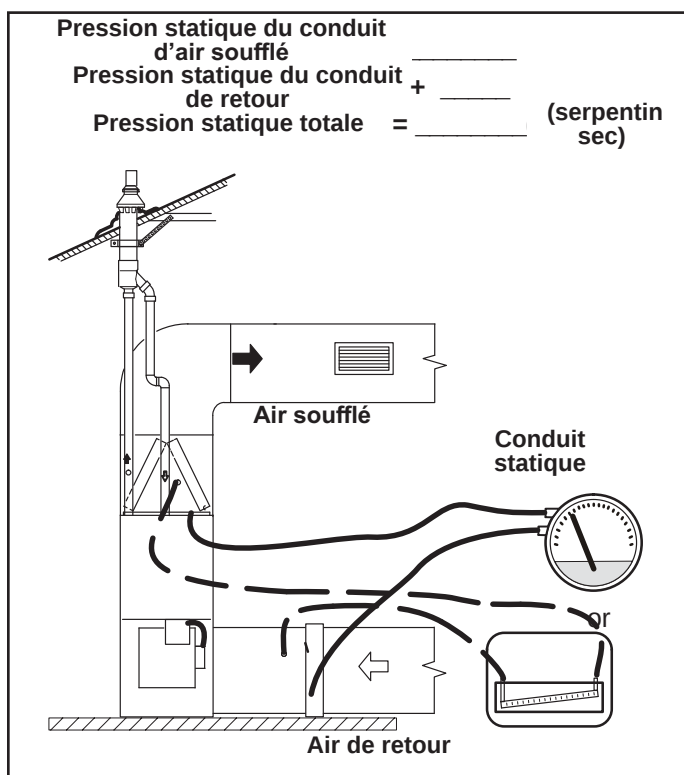

Figure 51. Test de pression statique
1. Emplacements des prises de pression à la Figure 51.